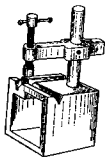

图 1-2-15 方箱
(10) 方箱 (图 1-2-15) 用于夹持工件并能翻转位置而划出垂直线。一般附有夹持装置和制有 V 形槽。